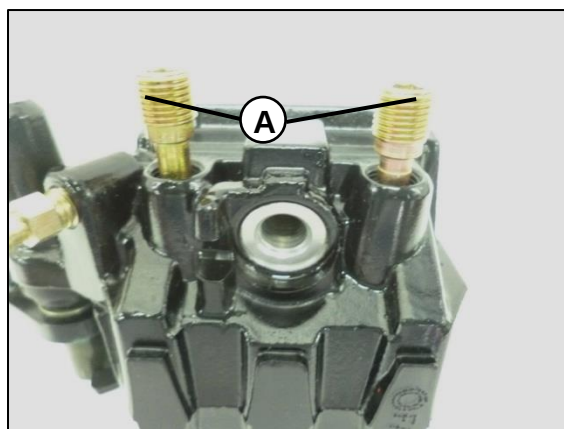

Fig. 08
Elimine el todo elemento contaminante de los pasadores (A) de las pastillas y límpielos con un paño impregnado de lubricante. **Fig. 08**